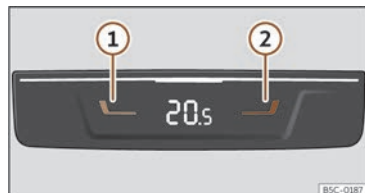

Fig. 118 În partea din spate a consolei centrale: comenzile pentru scaunele din spate.
● Apăsați butoanele ① și ② >>> **fig. 118** pentru a regla zona din spate.